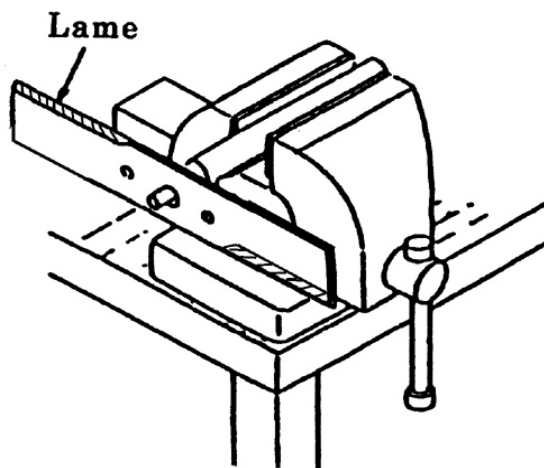

Figure 14
-Passez un axe dans le trou central de la lame (figure 14).